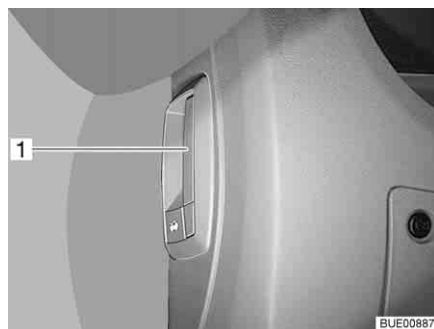

Fig. 40 Levier de déverrouillage capot moteur (dans le véhicule)
- Tirer sur le levier (Fig. 40,1) à gauche sous le tableau de bord ou sur le côté de ce dernier.